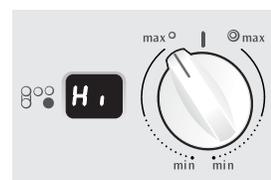
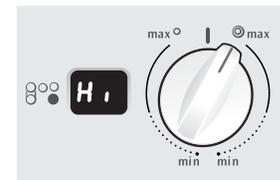
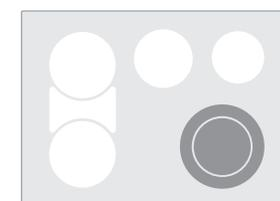

Figure 5
Figure 6
Figure 8
La table de cuisson possède un élément radiant double situé à l'avant à droite (Fig. 8). La dimension des graduations sur le panneau de commande indique quelle zone de l'élément double fonctionne. Les graduations à **petits caractères** indiquent que seul la zone interne de l'élément fonctionne (Fig. 5 & 7). Les graduations à **gros caractères** indiquent que les deux zones de l'élément double fonctionnent (Fig. 6 & 8). Vous pouvez passer d'une zone à l'autre à tout moment durant la cuisson.
2. Poussez et tournez le bouton de commande vers les graduations à petits caractères pour faire fonctionner la zone interne de l'élément double (Fig. 5) et en direction des graduations à gros caractères pour faire fonctionner l'élément double au complet (Fig. 6).